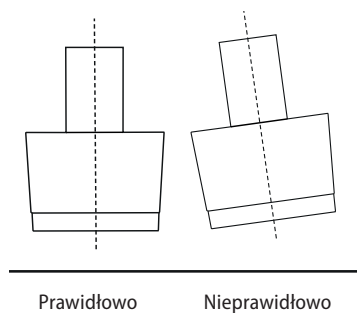

Rys. 3
2. Na ścianie za kuchenką lub płytą grzewczą zaznaczyć minimalną wymaganą wysokość montażową (650 mm w przypadku elektrycznej i 650 mm w przypadku gazowej płyty grzewczej), (Rys. 3).